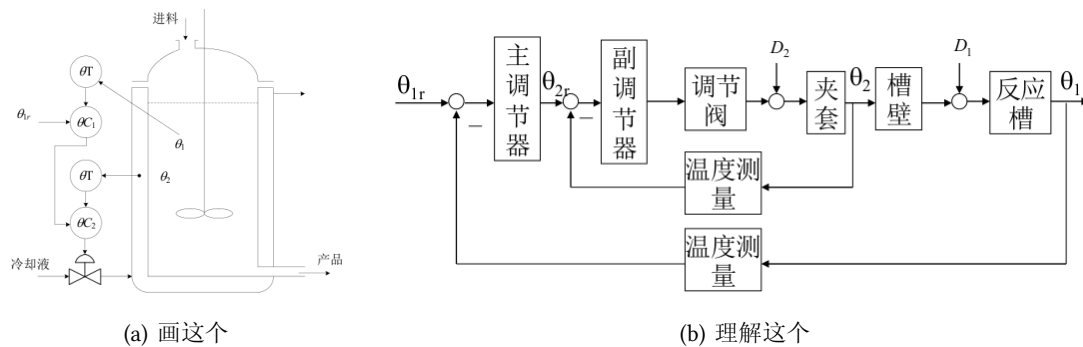

图 4: 串级控制系统设计举例
(1) 串级控制系统设计：把图 4 背下来。注意规范的表示方法。